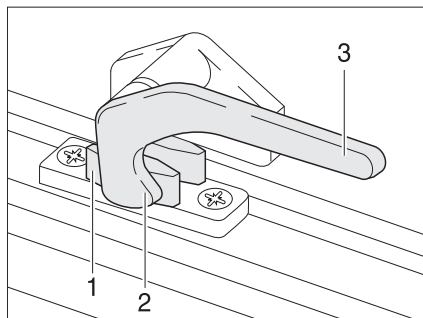

Fig. 49 Levier de verrouillage en position "Fermé"
- Tourner le levier de verrouillage (Fig. 49,3) d'un quart de tour vers le centre de la fenêtre.
- Tourner le levier de verrouillage (Fig. 49,3) d'un quart de tour vers le cadre de la fenêtre. Le tenon de verrouillage (Fig. 49,2) se trouve sur le côté intérieur du verrouillage de fenêtre (Fig. 49,1).
- En position "Fermé" (Fig. 49)